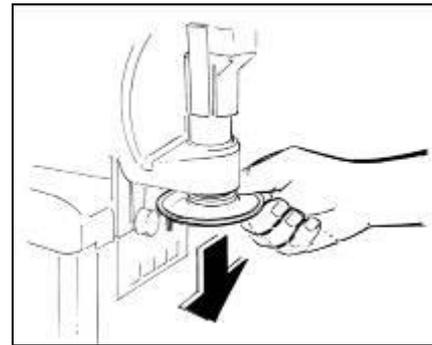

Fig. 6
- Retirer l'accessoire servant à donner la forme classique d'étoile au produit qui en sort (fig.6).